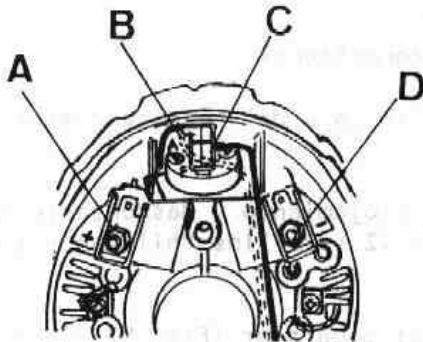

Fig. N2-15 Conexiones alternador
- 1.5. Desconectar los cables de conexión al alternador (Fig. N2-15) y soltando el manguito roscado a la tapa protectora, se extraerá ésta.
- A) Realizar las conexiones según Fig. N2-15.